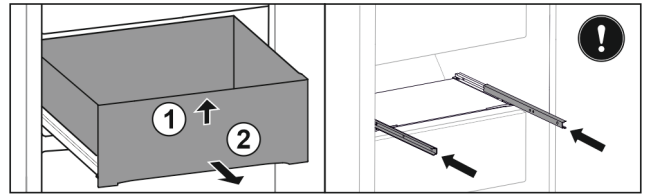

Fig. 36
- Sollevare il cassetto dal davanti. Fig. 36 (1)
- Rimuovere il cassetto tirandolo in avanti. Fig. 36 (2)